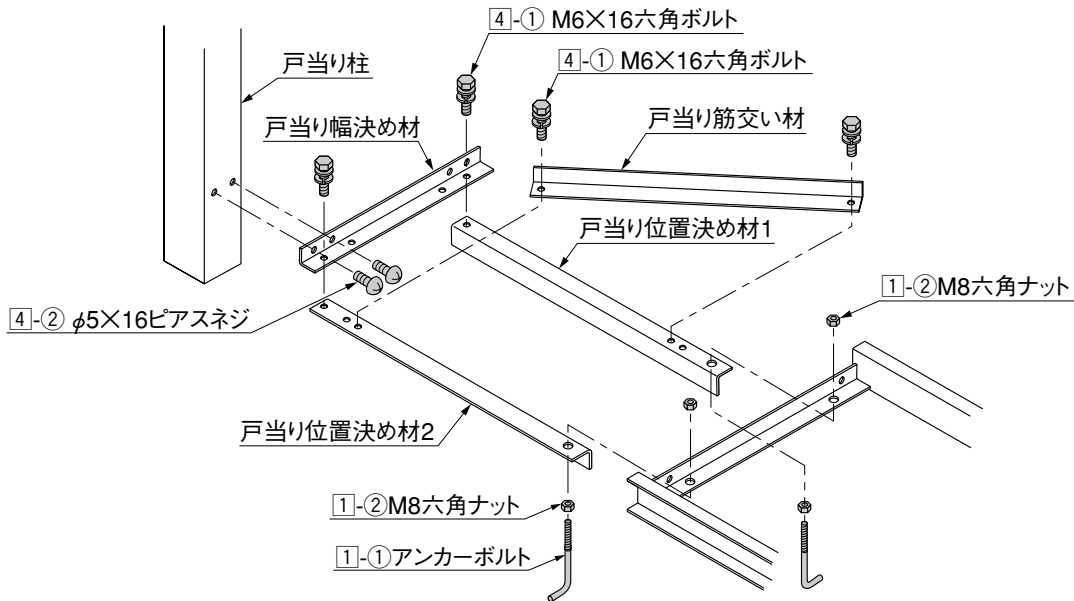
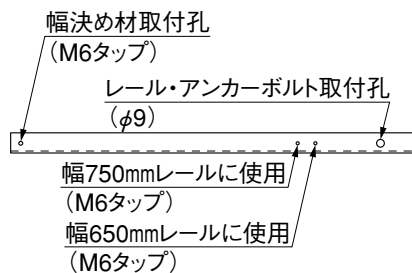
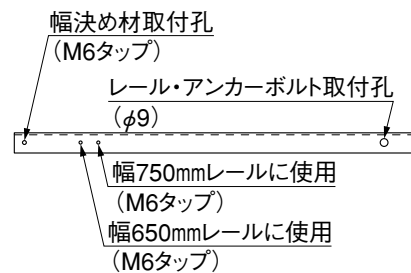

図6-23
図6-24 位置決め材1
図6-25 位置決め材2
- ① 片引き仕様のレール戸当り端部に①-①、①-②で戸当り位置決め材1、戸当り位置決め材2を取付けてください。(図6-23参照)
- ② 戸当り筋交い材を図6-24、図6-25を参照して戸当り位置決め材に④-①で取付けてください。(図6-23参照)
- ③ 戸当り幅決め材を戸当り位置決め材に④-①で取付けてください。(図6-23参照)
- ④ 戸当り柱を図6-23、図6-26を参照して、戸当り幅決め材に④-②で取付けてください。(図6-23参照)